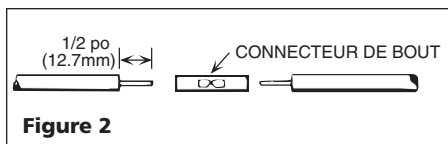

Figure 2
4. Insérer le fil d'alimentation et les extrémités des fils du moteur dans le connecteur de bout, puis sertir (voir Figures 2 et 3). Assortir les couleurs des fils d'alimentation à celles des fils du moteur. Vérifier la connexion des fils en les tirant doucement.